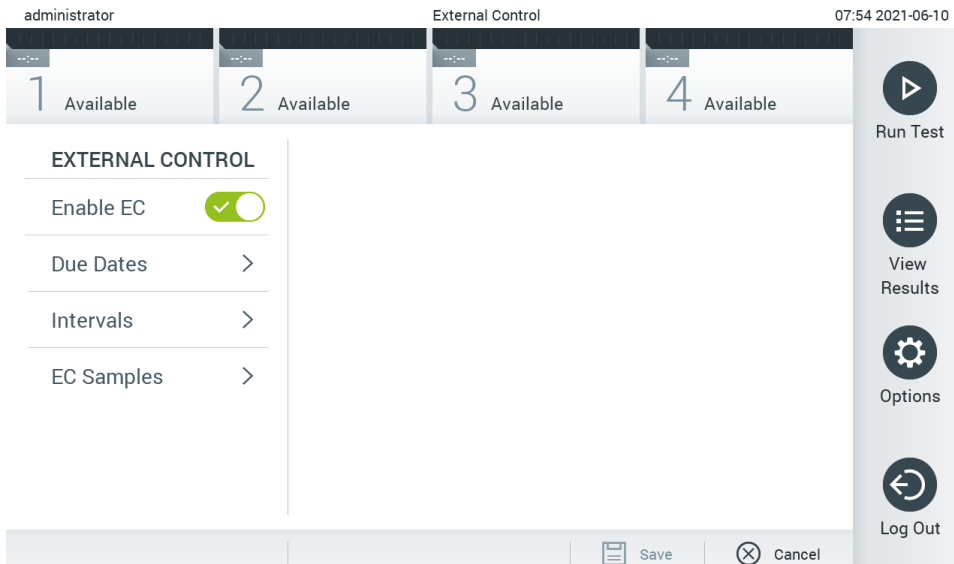

図 50.External Control (外部コントロール) 画面。
2. **Enable EC** (EC を有効にする) トグルボタンを押して、機能をアクティブにします (図 50)。